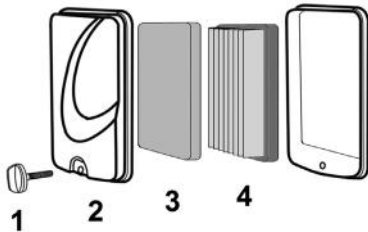

Рис. 22 Обслуживание воздушного фильтра PC5431F
1. Выкрутите болт (1) и снимите крышку воздушного фильтра (2) (Рис. 22).
2. Извлеките предварительный поролоновый (3) и основной бумажный (4) воздушный фильтры (Рис. 22).
4. При незначительном загрязнении промойте предварительный поролоновый фильтр (Рис. 22 п. 3) теплым мыльным раствором и просушите. Поврежденный или сильно загрязненный поролоновый фильтр замените.
Бумажный фильтрующий элемент (Рис. 22 п. 4) не подлежит очистке, необходима его замена. Не продувайте основной бумажный фильтр сжатым воздухом, не мойте его в бензине и других растворителях. Эксплуатация двигателя с грязным или поврежденным воздушным фильтром, или без воздушного фильтра приведет к попаданию грязи и пыли в карбюратор и двигатель, что в свою очередь, станет причиной его быстрого износа. Двигатель в этом случае не подлежит ремонту по гарантии.